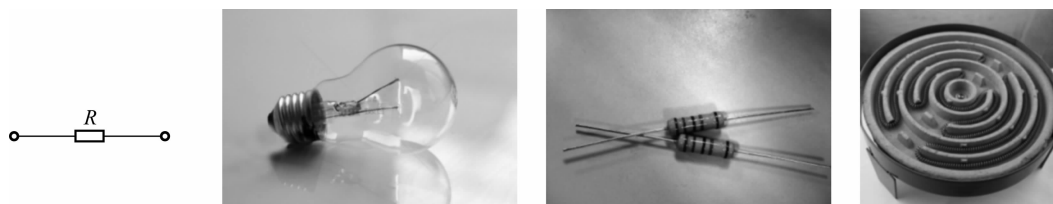

图 1-3 电阻元件
- (1)电阻元件。消耗电能的电磁特性可用电阻元件表征,如灯泡、电阻器、电炉等,如图 1-3 所示。